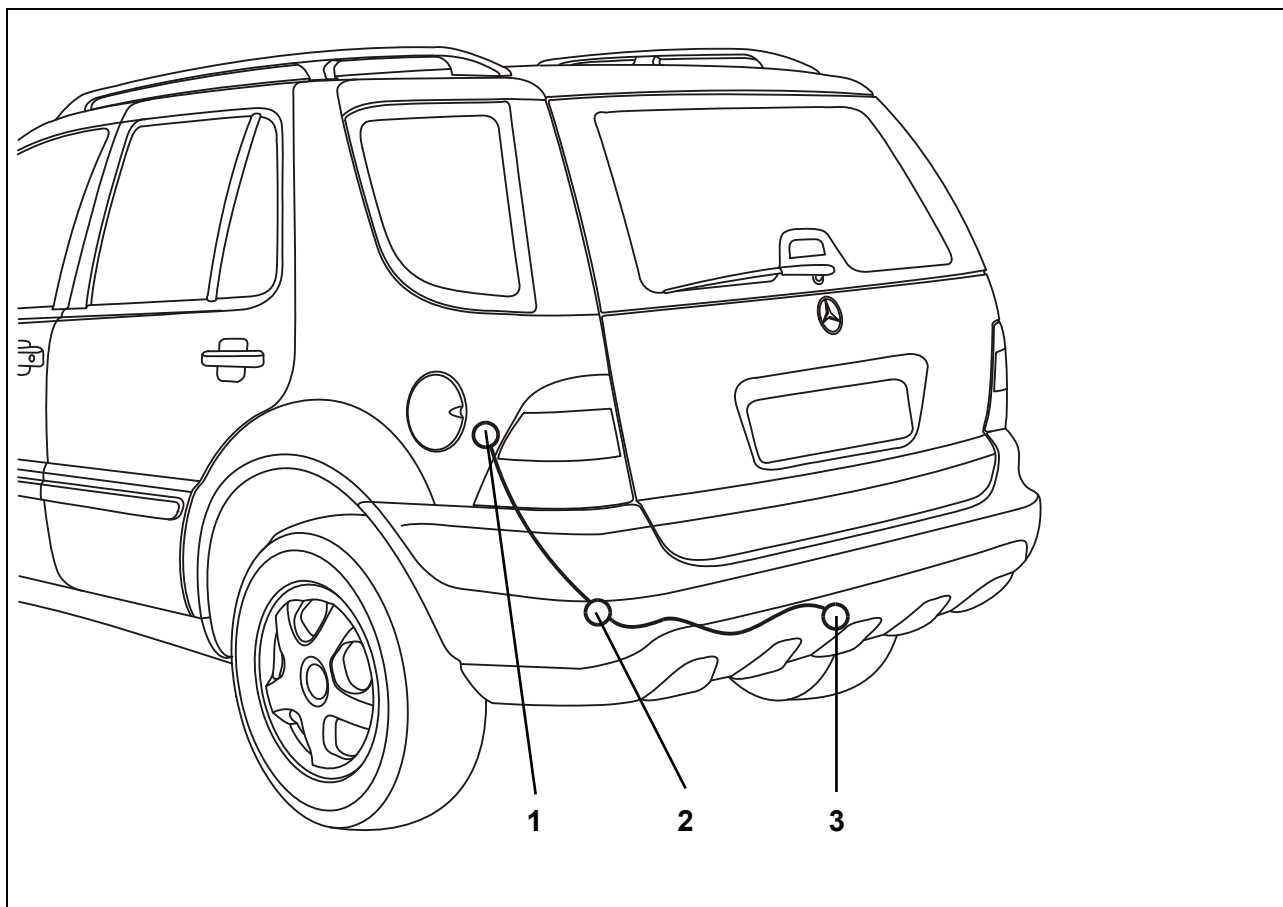

Fig. 1: Monteringsoversigt
3. Ledningsenden skal føres gennem kabelføringen begyndende fra bagagerummet og udad til stikdåsens holdeplade (fig. 1/3).
4. Sæt gummihylsteret i kabelgennemføringen (fig. 1/2).
8. Skru stikdåsen fast på monteringspladen med de vedlagte skruer og møtrikker (fig. 1/3).
10. Sæt den 16-polede stikdåse (fig. 1/1) sammen med det passende modstykke (i nærheden af tankrøret), og fastgør dem med hinanden.